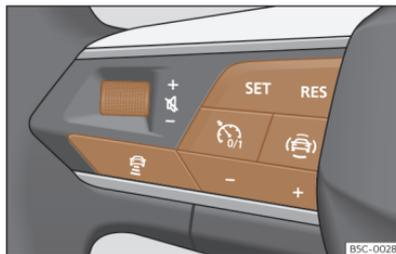

Fig. 110 Sur le volant multifonction : bouton de commande de l'ACC.
- Appuyez sur la touche  du volant multifonction >>> **fig. 110**.
- Pour commencer le réglage, appuyez sur la touche **SET** >>> **fig. 110**.
Pour programmer la vitesse, appuyez sur les boutons + ou - >>> **fig. 110** jusqu'à la vitesse souhaitée. Le réglage de la vitesse s'effectue par intervalles de 10 km/h (5 mph).
- Appuyez sur la touche  puis sur la touche + ou - >>> **fig. 110**.
- Appuyez brièvement sur la touche  >>> **fig. 110** ou sur la pédale de frein.